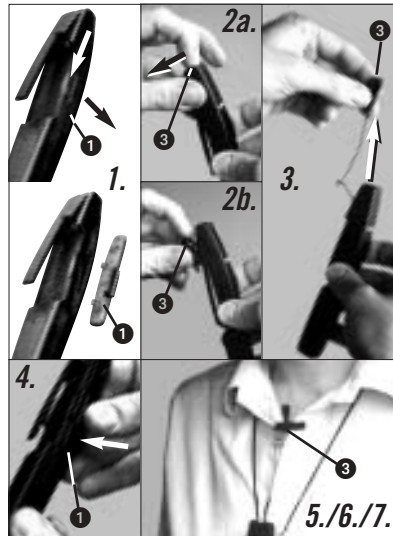

Abb. 5: Mikrofon abnehmen
4.3 Mikrofon abnehmen (siehe Abb. 5)